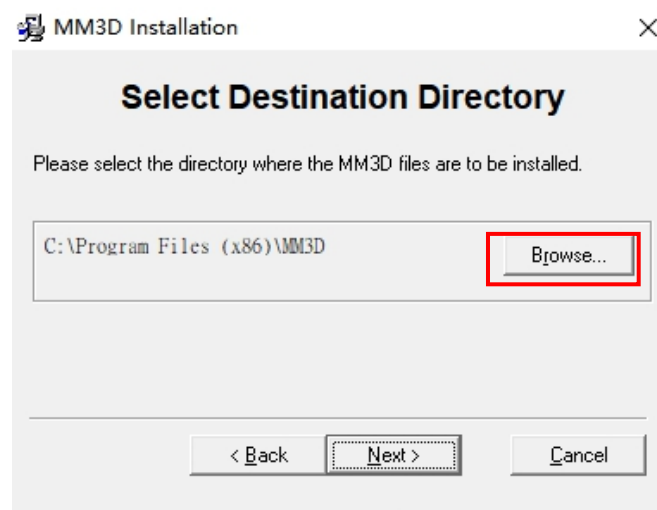
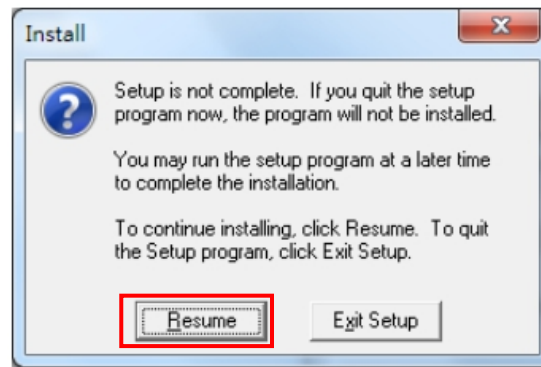

图 1
图 2
- (1) 执行光盘中的「Setup.exe」程序。进入 MM3D 的安装程序后会出现下列画面（以 Win7 64 位系统为例），请按步骤执行安装。
- (2) 选择安装目录，默认为「C:\Program Files (x86)\MM3D」，可点「Browse...」自行变更。选定后按「Next」进行下一步。见下图 1。要取消安装，请点选「Cancel」或对话框右上角图示。此时会出现如图 2 警告窗口，告知用户尚未安装完毕。如要返回安装，请按「Resume」继续安装。若确定终止安装，请按「Exit Setup」离开安装模式。